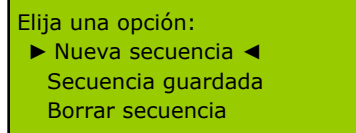

Figura 5.
- “*Nueva secuencia*” permite crear y almacenar una nueva secuencia de giros. Para seleccionarla, coloque los cursores junto a esta opción como se muestra en la Figura 5 y pulse [ENTER].